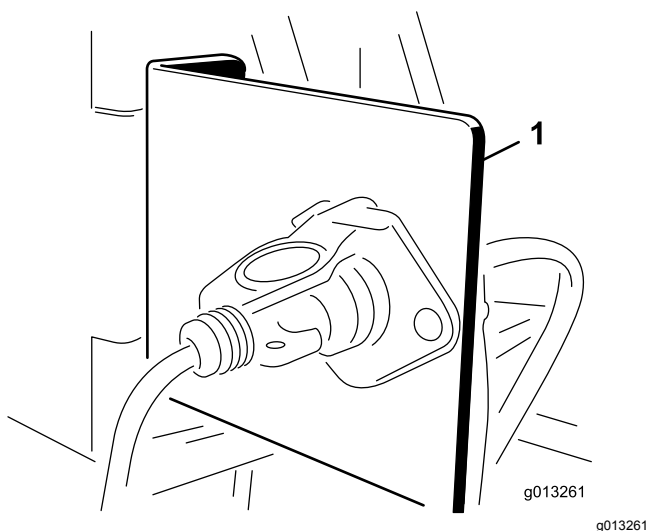

Figura 8
1. Montate la staffa a brugola in un punto fisso nella parte posteriore del veicolo di traino, utilizzando 1 delle staffe di montaggio in dotazione (Figura 8).